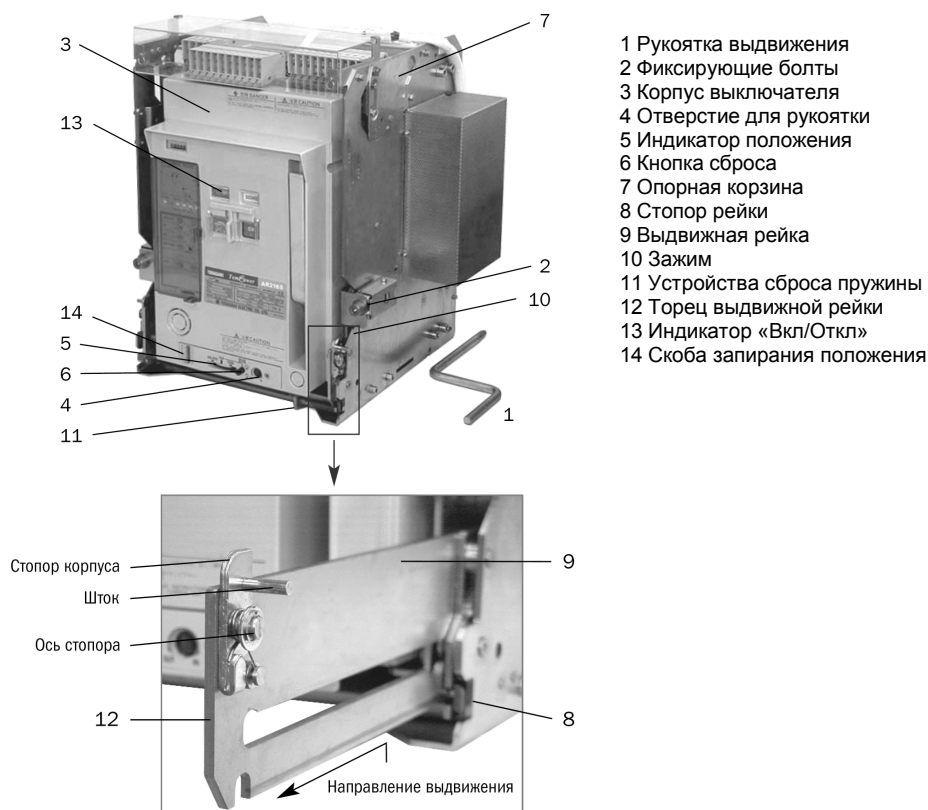

Рисунок 23. Операции выдвижения и возврата
- 1) Отключите AR ACB. (Если AR ACB остается включенным, рукоятка выдвижения 1 (Рис. 23) не может быть вставлена).
- 2) Ослабьте фиксирующие болты выключателя 2 (Рис. 23), если они имеются, и освободите корпус выключателя 3 (Рис. 23).
- 3) Освободите скобу запирания положения 14 (Рис. 23), если она зафиксирована. Обратитесь к разделу 4.5.
- 4) Вставьте рукоятку выдвижения в отверстие 4 (Рис. 23) и медленно вращайте против часовой стрелки до того момента, как индикатор положения 5 (Рис. 23) покажет «Тест/TEST».
- 1) Отключите AR ACB. (Если AR ACB останется включенным, рукоятка выдвижения 1 (Рис. 23) не может быть вставлена).
- 2) Нажмите кнопку сброса «RELEASE BUTTON» 6 (Рис. 23). В отжатом состоянии кнопка будет заблокирована.
- 3) Освободите скобу блокировки положения 14 (Рис. 23), если она зафиксирована. Обратитесь к разделу 4.5.
- 4) Вставьте рукоятку выдвижения в отверстие 4 (Рис. 23) и медленно вращайте ее против часовой стрелки до того момента, пока индикатор положения 5 (Рис. 23) покажет «Изолирован/ISOLATED» и прозвучит характерный звуковой сигнал. Поворот рукоятки выдвижения разблокирует кнопку сброса.
- 1) Убедитесь, что опорная корзина 7 (Рис. 23) надежно закреплена крепежными болтами.
- 2) Освободите скобу запирания положения 14 (Рис. 23), если она зафиксирована. Обратитесь к разделу 4.5.
3) Надавите на стопоры реек 8 (Рис. 23) для того, чтобы выдвинуть их с обеих сторон опорной корзины и освободить выдвижные рейки 9 (Рис. 23). Полностью выдвигайте рейки до момента их блокирования стопорами (корпус выключателя не может быть выдвинут, если рейки не будут застопорены).
4) Удерживая руками за оба жжима 10 (Рис. 23), выдвигайте корпус выключателя до тех пор, пока он не остановится.
– Если AR ACB укомплектован дополнительным устройством сброса пружины 11 (Рис. 23), замыкающая пружина AR ACB будет автоматически освобождена с металлическим звуком. Этот звук не будет означать нештатное выполнение операции.
5) Применяйте дополнительное подъемное оборудование для перемещения корпуса выключателя 3 (Рис. 23) в безопасное место. Обратитесь к разделу 2.1.2.
1) Убедитесь, что опорная корзина 7 (Рис. 23) надежно закреплена крепежными болтами.
2) Надавите на стопоры реек 8 (Рис. 23) для того, чтобы выдвинуть их с обеих сторон опорной корзины и освободить выдвижные рейки 9 (Рис. 23). Полностью выдвигайте рейки до момента их блокирования стопорами (корпус выключателя не может быть вставлен, если рейки не будут застопорены).
4) Если AR ACB имеет фиксирующие болты 2 (Рис. 23), убедитесь, что они ослаблены. Удерживая руками за оба жжима 10 (Рис. 23), вставьте корпус выключателя во внутрь опорной корзины.
1) Убедитесь, что индикатор «Вкл/Откл» 13 (Рис. 23) показывает «Откл». (Если AR ACB остается включенным, рукоятка выдвижения 1 (Рис. 23) не может быть вставлена).
2) Освободите скобу блокировки положения 14 (Рис. 23), если она зафиксирована. Обратитесь к разделу 4.5.
3) Вставьте рукоятку выдвижения в отверстие 4 (Рис. 23) и медленно вращайте ее по часовой стрелке до тех пор, пока индикатор положения 5 (Рис. 23) не покажет «Тест/TEST».
1) Отключите AR ACB. (Если AR ACB остается включенным, рукоятка выдвижения 1 (Рис. 23) не может быть вставлена).
2) Освободите скобу блокировки положения 14 (Рис. 23) если она зафиксирована. Обратитесь к разделу 4.5.
3) Нажмите кнопку сброса 6 (Рис. 23). После этого кнопка сброса будет зафиксирована.
4) Вставьте рукоятку выдвижения в отверстие 4 (Рис. 23) и вращайте по часовой стрелке до тех пор, пока индикатор положения 5 (Рис. 23) не покажет «Подключен». В конце хода повернуть рукоятку с максимальным моментом усилия (14,7 Н·м). Поворот рукоятки выдвижения разблокирует кнопку сброса.
6) Затяните фиксирующие болты 2 (Рис. 23), если они применяются, заблокируйте корпус выключателя (раздел 4.5).